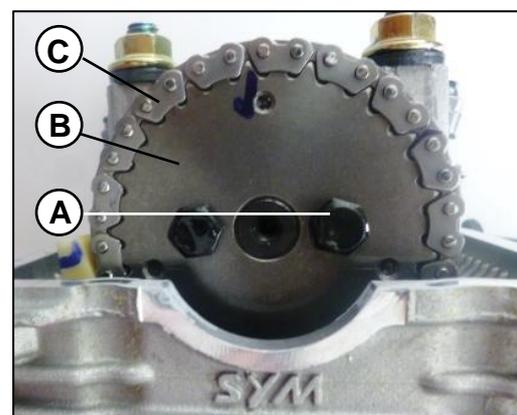

Fig.10
Remuevas los dos tornillos (A) del piñón árbol de levas (B) retire la cadenilla de distribución (C) retire la culata. **Fig.10**